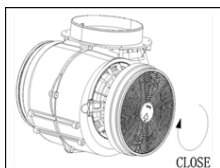

рис. 6.3
3. Зніміть вугільний фільтр, який знаходиться всередині витяжки на корпусі двигуна, обертаючи його проти годинникової стрілки. Встановіть новий фільтр на корпусі двигуна і поверніть його за годинниковою стрілкою для фіксації (рис. 6.3).